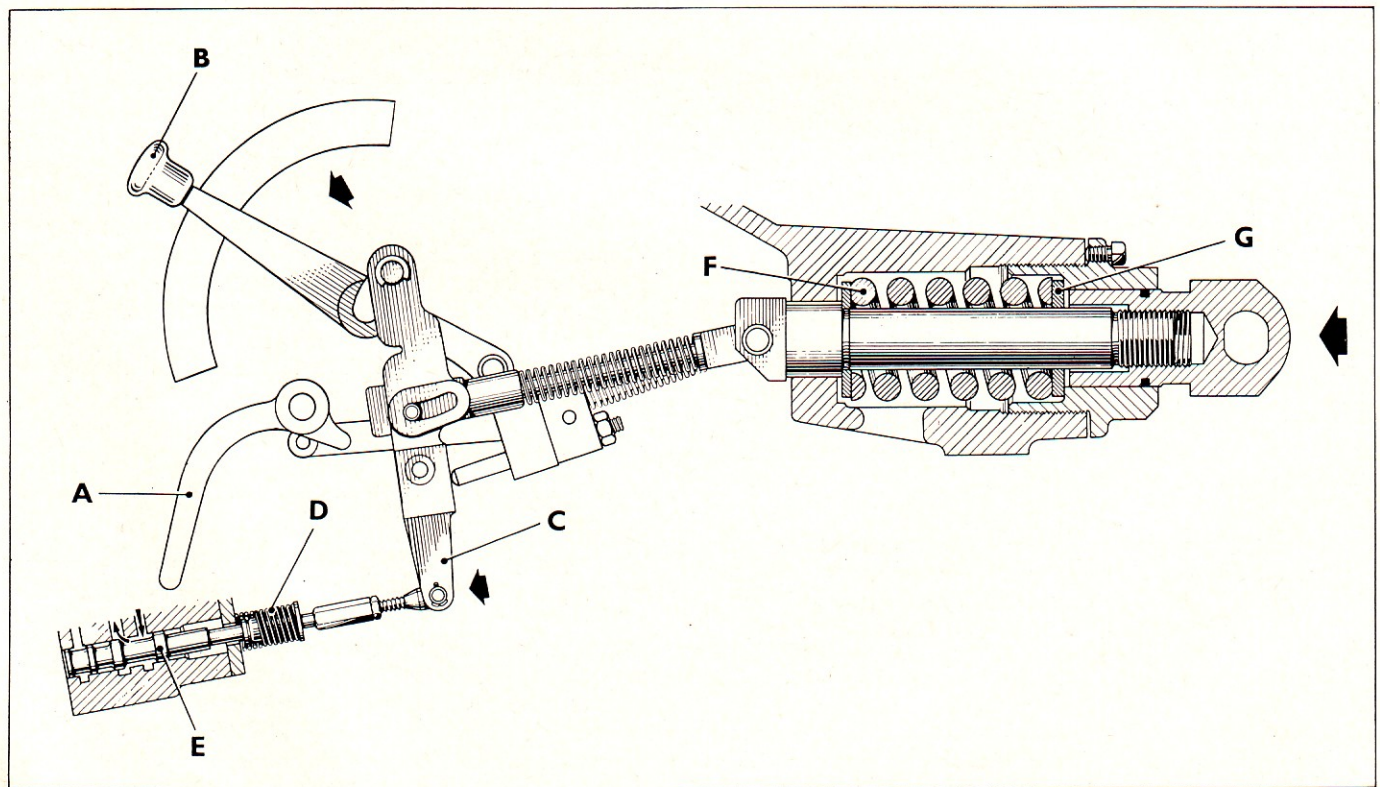

Figure 49: Contrôle d'effort - Remontée de l'outil provoquée par la diminution de la traction sur l'articulation supérieure
1. Une augmentation de résistance atténue la traction sur l'articulation supérieure (Figure 49) et permet au ressort principal "F" de se détendre vers l'avant, repoussant vers l'avant la timonerie de commande d'effort et le levier d'attaque "C" et amenant en position de relevage le tiroir de commande "E".